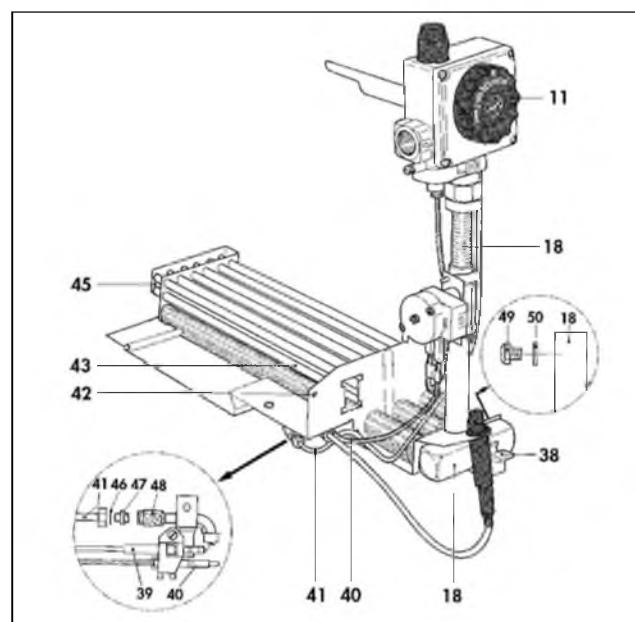

Рис. 17 Горелка и запальная горелка
Запальное пламя можно наблюдать через вырез в крышке (глава 3, рис. 3). При равномерном горении запальное пламя должно прикасаться к верхней половине термоэлемента (глава 6, рис. 17). При невыполнении этого условия следует отрегулировать запальное пламя после снятия защитной крышки (25) посредством винта для регулировки пускового газа (24) (заданная установка - без дросселирования):
7.3 Очистка горелки и предохранителя тяги (см. рис. 17)
- Отсоедините подключения термоэлемента (40) и трубку подачи газа на розжиг (41) от комбинированного исполнительного элемента с регулятором температуры (11).
- Поверните зажим (38) в сторону от трубы подачи газа к основной горелке (18).
- Выверните оба винта из крепления горелки (42).
- Очистите сеточку фильтра притока первичного воздуха к запальной горелке (48).